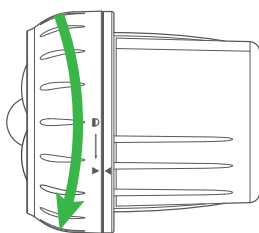

Figura 1
1. Gire la cubierta delantera del reflector en sentido contrario de las agujas del reloj hacia la posición de desbloqueo ▲ (ver Figura 1), como se muestra abajo, para liberar y retirar la cubierta.
1. Gire la cubierta delantera del reflector en sentido contrario de las agujas del reloj hacia la posición de desbloqueo ▲ (vea **Figura 1** en la página anterior) por lo que ya no tiene alimentación. Deje las baterías dentro del compartimiento de las baterías.